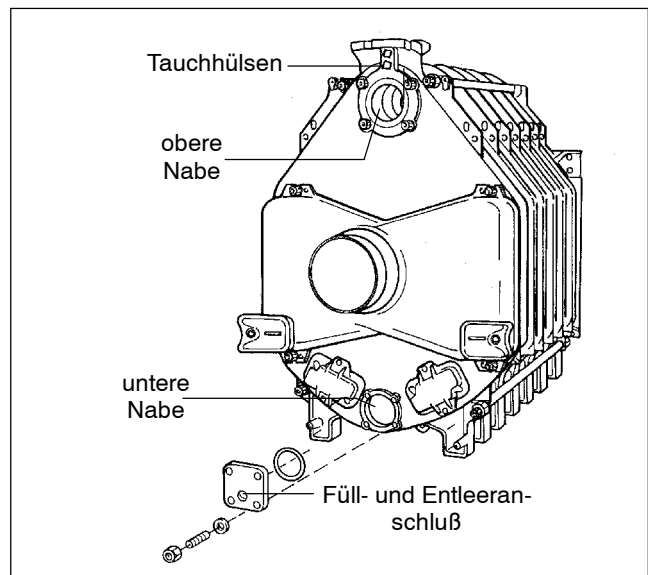

Abb. 15
- Tauchhülse 3/4" (110 mm lang) oberhalb der oberen Nabe in die untere der beiden Bohrungen eindichten (Abb. 15).
- Ist eine Nabenverbindung undicht, dann zuerst das Wasser am Füll- und Entleerungshahn ablassen (Abb. 15).